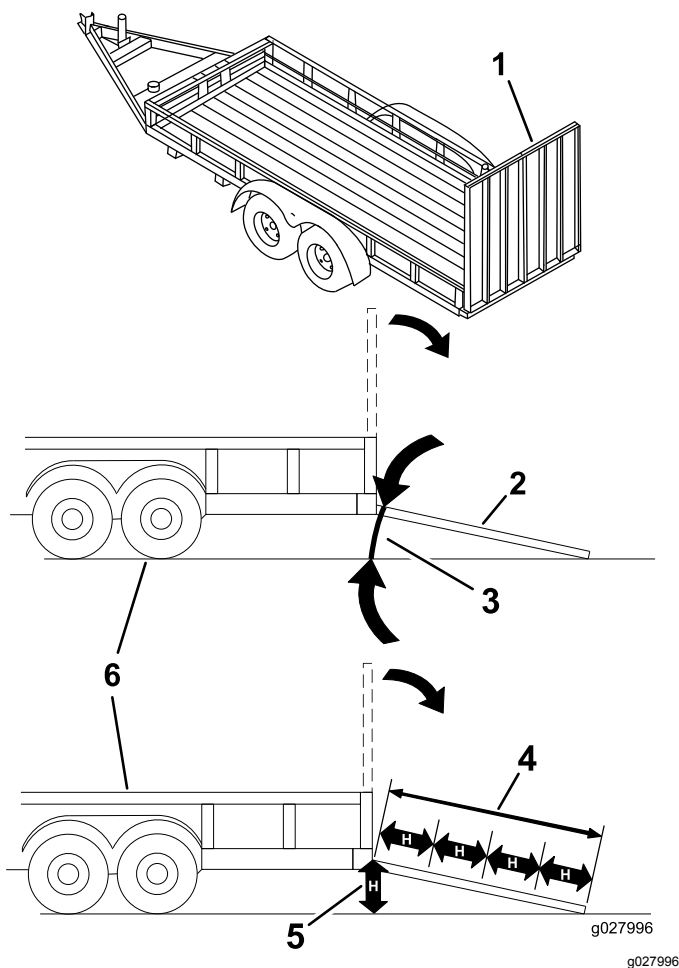

Рисунок 30
При погрузке машины на прицеп или грузовик повышается вероятность опрокидывания, что может привести к получению тяжелой травмы или гибели (Рисунок 30).
1. Опустите наклонный въезд, убедившись в том, что угол между наклонным въездом и землей не превышает 15 градусов (Рисунок 30).